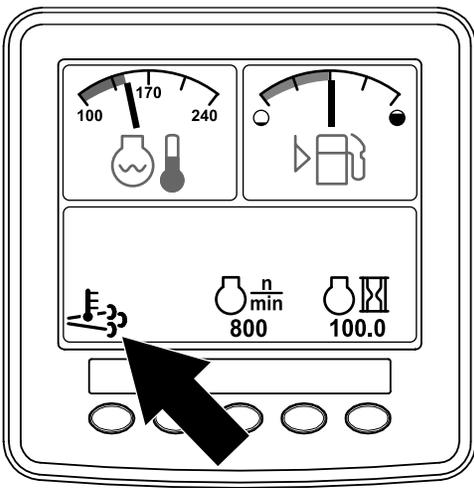

図 39
- インフォセンターには、 排気高温アイコンが表示されます 図 39。